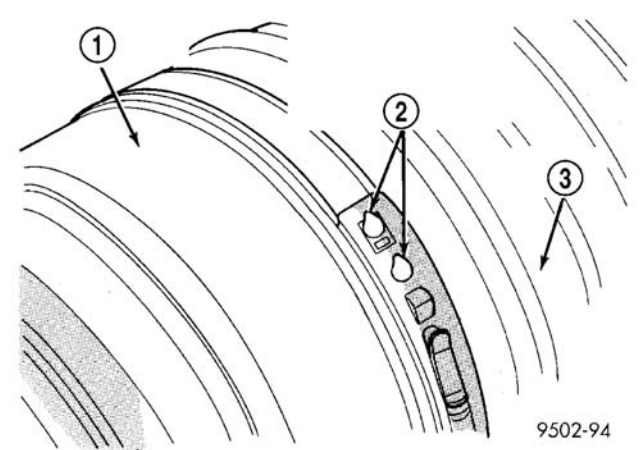

图 24 正确安装的密封套卡箍
- (2) 收紧工具的夹爪，直到卡箍的顶带被锁在卡箍底带上面的两个舌片后（图 24）。